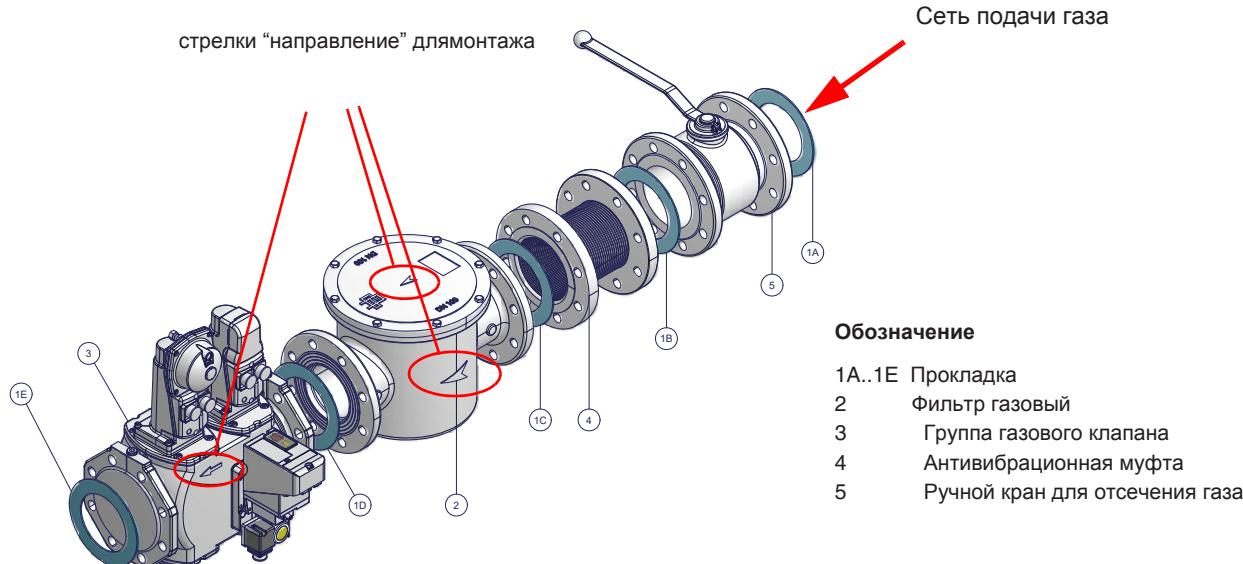

Рис. 2 - Пример газовой рампы
- 1 - б) при фланцевых соединениях: между соседними компонентами устанавливать прокладку (1A..1E - Рис. 2), совместимую с используемым газом,
ВНИМАНИЕ: после монтажа газовой рампы согласно схеме, необходимо провести тестирование на Рис. 2 герметичность газового контура, согласно требований действующих нормативов.